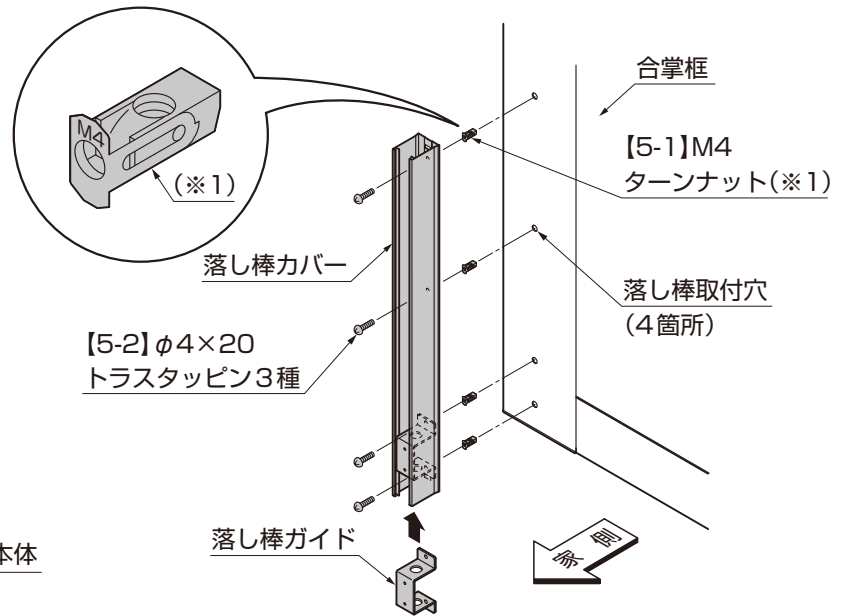

図 9-2
- ②合掌框の①で加工した穴に【5-1】(※1)を差込んでください。(図9-2参照)